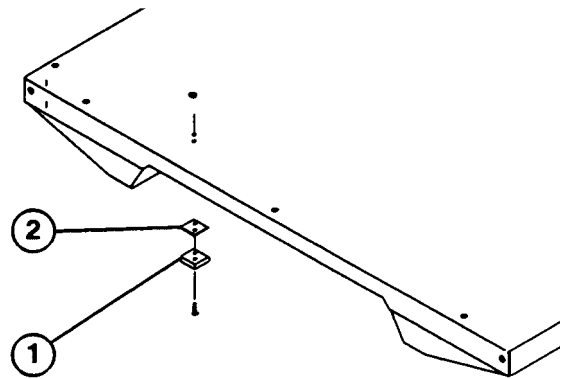

Fig. 6
5. Ta av maskinskruene og låsemutrene som holder de 2 mellomleggskivene og mellomleggene til fremre underside av lasteplanet (fig. 6).